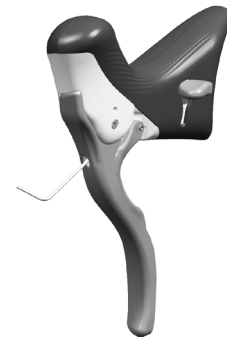

図4
- ・ 2.5 mm の六角レンチを、グラブねじに到達するまで Y 穴に差し込みます（図4）。